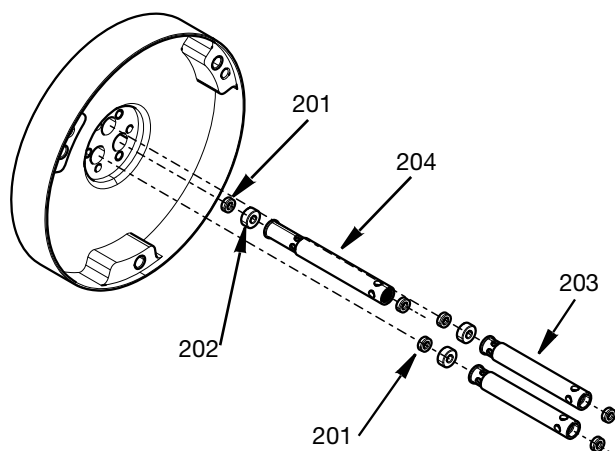

FIG. 15
7. Trek de afstandsstukken van de pakkingen (203 en 204), de stangafdichtingen (201) en het stanglager (202) eruit. Zie **Set inzetstuk afdichting en verwijdergereedschap, 25T489**, paginanummer 36 voor het verwijderen van stangafdichtingen. **OPMERKING:** er zijn 2 maten afstandsstukken (203 en 204). Zie FIG. 15.